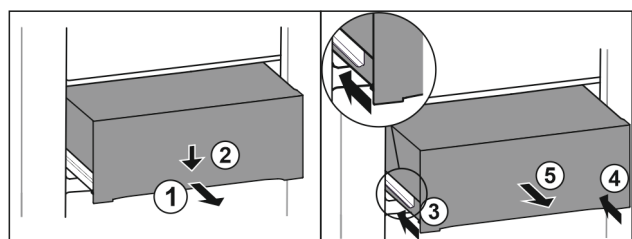

Fig. 64
- Træk skuffen halvt ud. Fig. 64 (1)
- Tryk skuffen ned på forsiden. Fig. 64 (2)
- Skub venstre skinne ca. 2 cm ind. Fig. 64 (3)
- Skub højre skinne ca. 2 cm ind. Fig. 64 (4)
- Tag skuffen ud fremefter. Fig. 64 (5)